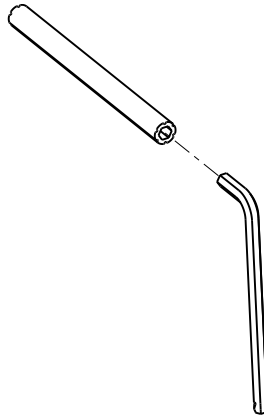

Figura 9 – Chave sextavada e extensão da ferramenta de remoção
2. Retire a chave sextavada e a extensão da ferramenta de remoção do conjunto da tampa central (Figura 9).